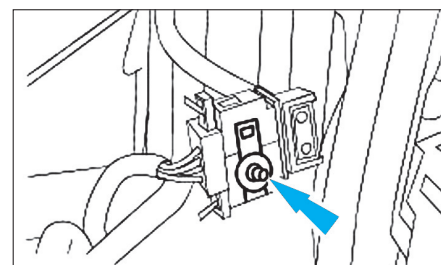

Fig. 48
- Déposer le clip de fixation du connecteur de rétroviseur (Fig.48).